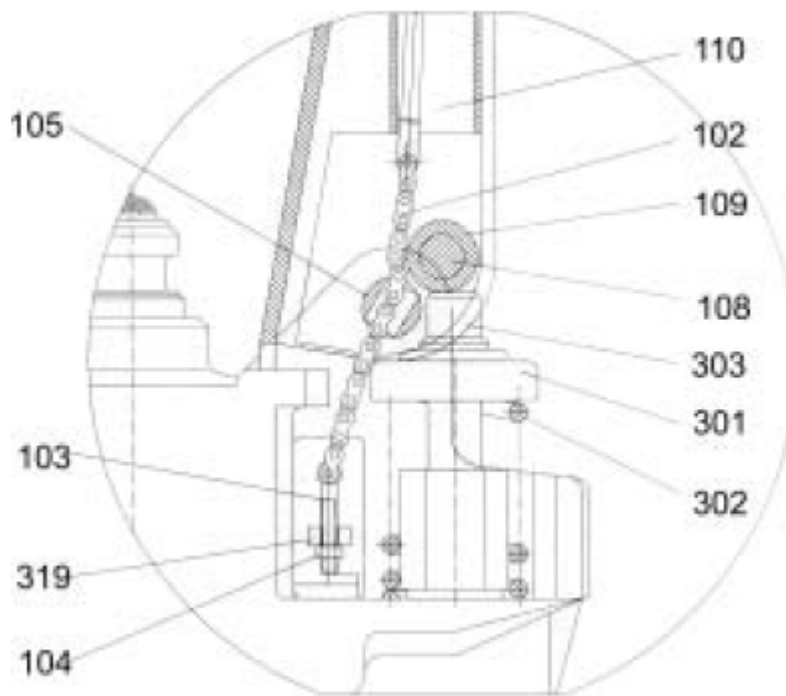

Abb. 3
- 2.2** Stellen Sie den Steuergriff (117 oder 120G) auf die **SENK**-Position. Führen Sie dann die Einstellmutter (104), Einstellschraube (103) und Kette (102) mit der Hand durch die Bohrung der Achse (105) (siehe Abb. 3).